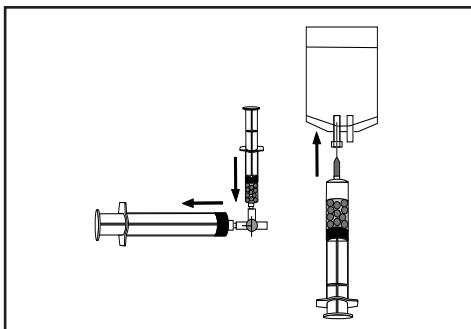

Figura 4.
- 1.3 Seleccione una jeringa de carga del tamaño correspondiente (60 ml o 100 ml). Conecte la jeringa del producto y la jeringa de carga a una llave de paso de 3 vías (Figura 4).
- 1.7 Mientras mantiene la jeringa en posición vertical y tiene cuidado de no interrumpir el asentamiento de las microesferas, acople una aguja de filtro estéril a la jeringa de carga. Con la aguja de filtro apuntando hacia arriba, expulse la solución de transporte (Figura 4). Asegúrese de que queda suficiente solución de transporte en el interior de la jeringa de carga para cubrir las microesferas.